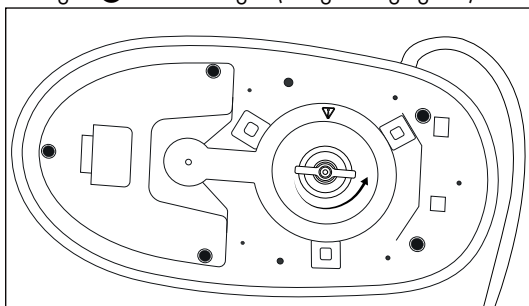
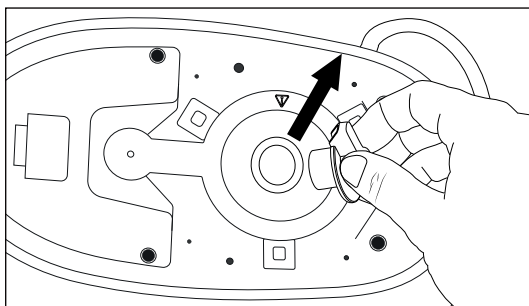

Fig. 11
Fig. 12
- 3) Åbn dampkammerlukningen **7** ved at skrue mod uret, og tag dampkammerlukningen **7** ud af åbningen (se fig. 11 og fig. 12).